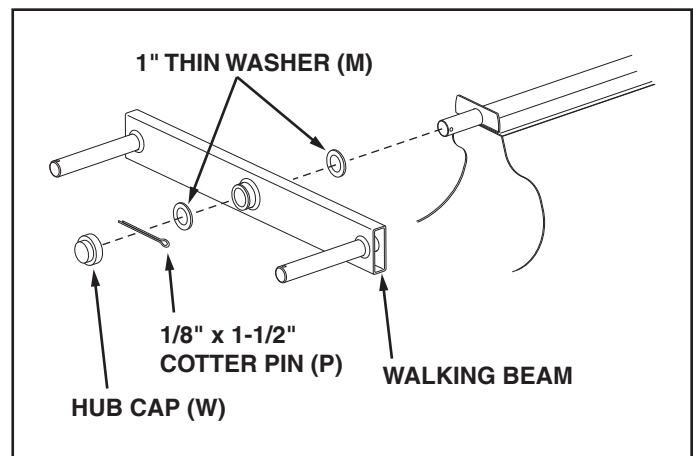

FIGURE 11
21. Assemble a 1" thin washer (M), a walking beam and another 1" thin washer (M) onto the pivot axle. Insert a cotter pin (P) into the axle and spread the ends. Press a hub cap (W) onto the flat washer. Repeat on the other end of the pivot axle. See figure 11.
21. Monter une rondelle mince de 1 po (M), une poutre oscillante (14) et une autre rondelle mince de 1 po (M) sur le pivot de l'essieu (11). Mettre une goupille fendue (P) dans l'essieu et écarter ses extrémités. Enfoncer un enjoliveur (W) sur la rondelle plate. Répéter l'opération sur le pivot à l'autre extrémité de l'essieu. Voir la figure 11.